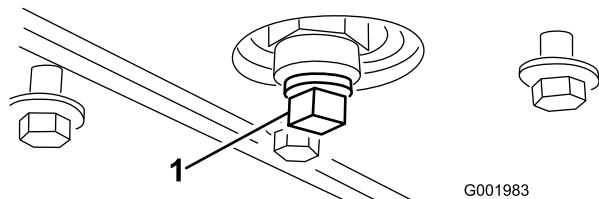

Bild 51
5. Nehmen Sie die Ablassschraube ab (Bild 51).